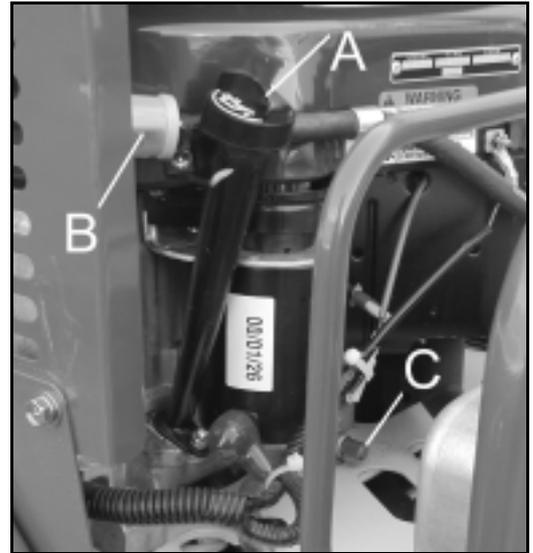

Figure 27
- Pour vidanger, moteur chaud, dévissez le bouchon de vidange (figure 27, repère C) et la jauge d'huile (figure 27, repère A). Quand toute l'huile c'est écoulé, revissiez-le bouchon. Remplissez avec une huile pour moteur 4 temps semi synthétique SAE 10W30 API SF, SG, SH ou SJ. Faites fonctionner le moteur et regardez le niveau. Complétez, s'il manque de l'huile.
- Vérifiez la présence d'eau et d'impureté dans le filtre (figure 27, repère B). Echangez le s'il est trop encrassé. Nettoyez au besoin le filtre contenu dans le robinet de carburant (Figure ).